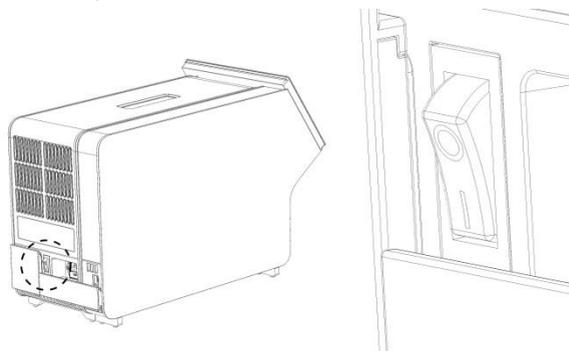

Figura 18. Localizando o interruptor de alimentação e colocando-o na posição "I".
10. Ligue o instrumento pressionando o botão de alimentação na parte de trás do Módulo analítico na posição "I" (Figura 18). Confirme se os indicadores de status dos Módulos analítico e operacional são exibidos em azul.